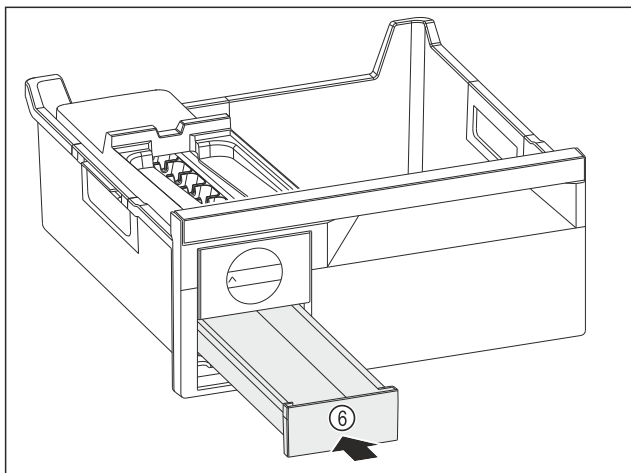

Fig. 116
- ▶ Inșerați sertarul pentru cuburi de gheață Fig. 116 (6).